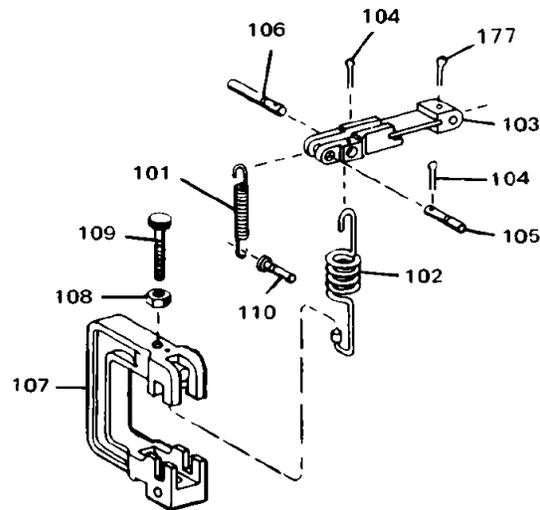

Figura 3-4. Vista Detalhada do Ajuste de Baixa Velocidade
Afrouxe e aperte a porca de bloqueio (108, Figura 3-4) para ajustar o parafuso de paragem de baixa velocidade (109), só quando o regulador estiver parado. Ao fazer este ajuste, a rotação do regulador provoca a conexão do êmbolo da válvula piloto ao casquilho da válvula piloto.